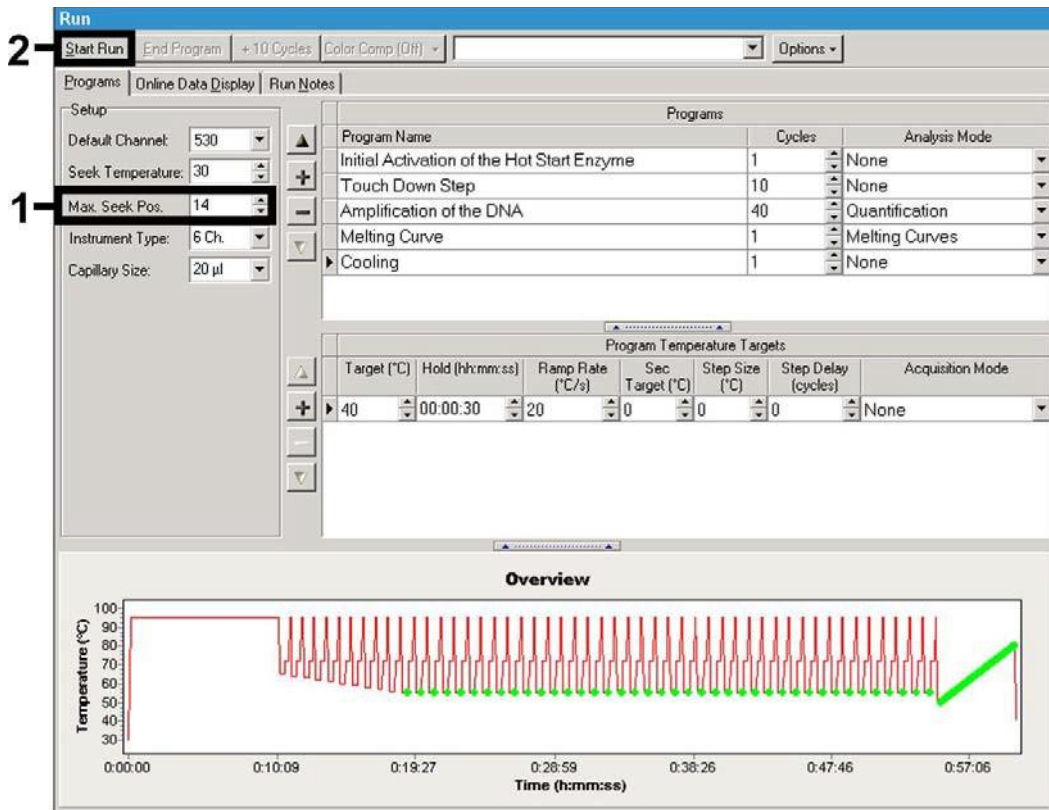

Fig. 8: Comienzo del ensayo de PCR.
Asegúrese de introducir previamente el número de capilares para el ensayo de PCR (*Max. Seek Pos*, véase Fig. 8).
- Para empezar el ensayo de PCR, seleccione la opción *Run* y active la función *Start Run* (véase la Fig. 8). El programa de PCR empezará tras haber especificado donde se guardarán los datos.